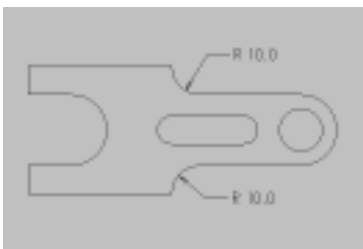

图 2-8 绘制切弧
14. 用相同方法, 绘制出另一条切弧, 效果如图 2-8 所示。
16. 用鼠标分别选中图 2-8 所示的两条直线, 系统就会自动创建圆弧。